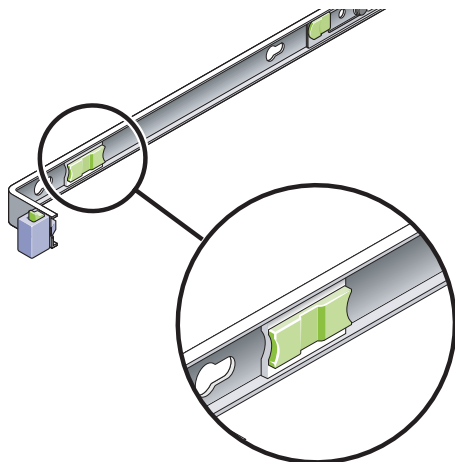

图 3-36 滑轨释放按钮
7. 同时解除两个滑轨释放按钮的锁定（图 3-36），将服务器完全推入到机架中。